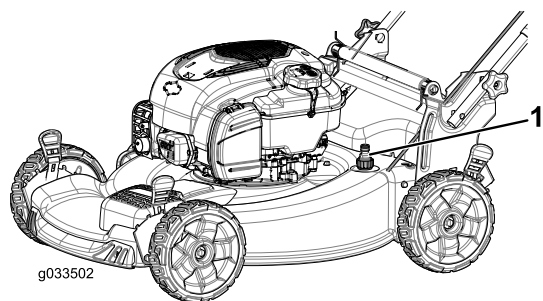

Figura 26
4. Collegate una canna da giardino al rubinetto dell'acqua e al foro di lavaggio sulla macchina (Figura 26).